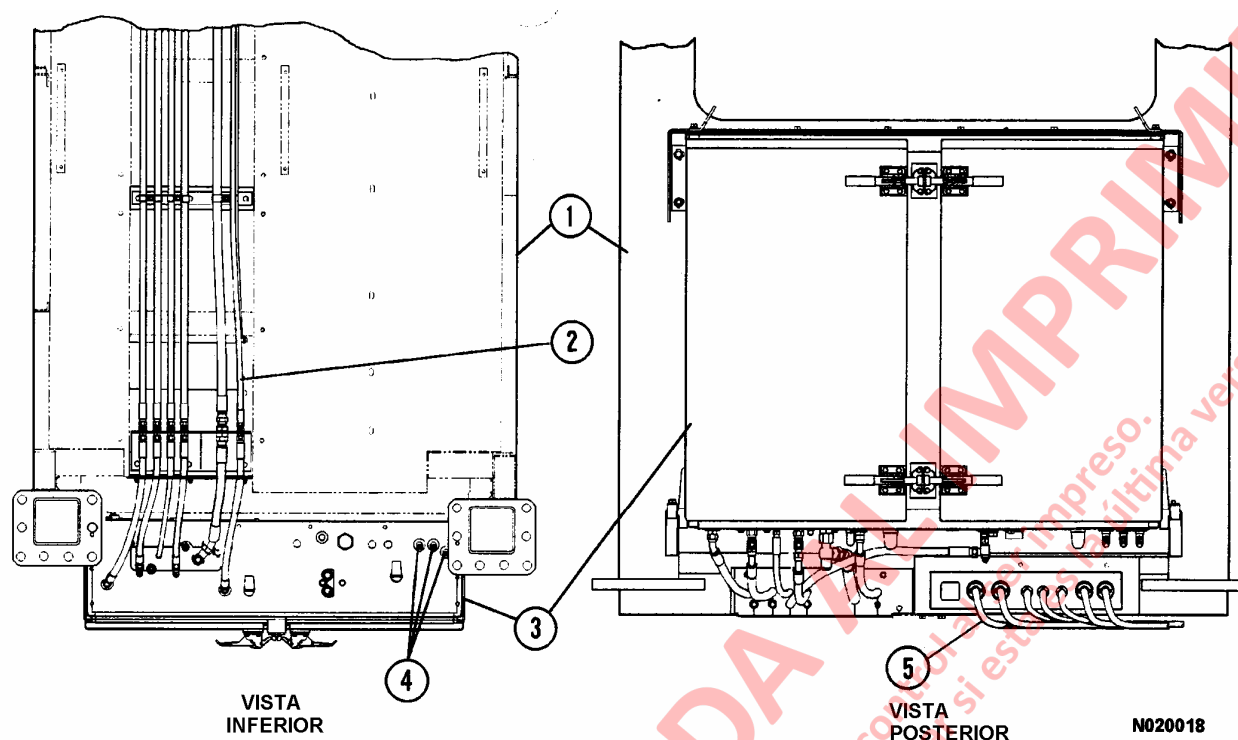

FIGURA 2-2. CONEXIONES HIDRAULICAS Y ELECTRICAS DE LA CABINA
4. Desconecte todas las mangueras hidráulicas que van al chasis desde los fittings en la parte posterior de la cabina, bajo el gabinete de frenos (3, Figura 2-2). No es necesario desconectar las mangueras (2) que van por debajo de la cabina. Tape todos los fittings y mangueras para evitar la contaminación.
5. Desconecte los arneses de cableado en los conectores (5) ubicados debajo del gabinete de frenos.
3. Dirija el arnés de cables a los conectores eléctricos (5, Figura 2-2) de la esquina trasera de la cabina. Alinee la llave del tapón del conector de cable con la llave del receptáculo y empuje el tapón hacia el receptáculo. Cuidadosamente, atornille el retén en el receptáculo y apriete firmemente. Monte las abrazaderas que se sacaron durante el desmontaje de la cabina.